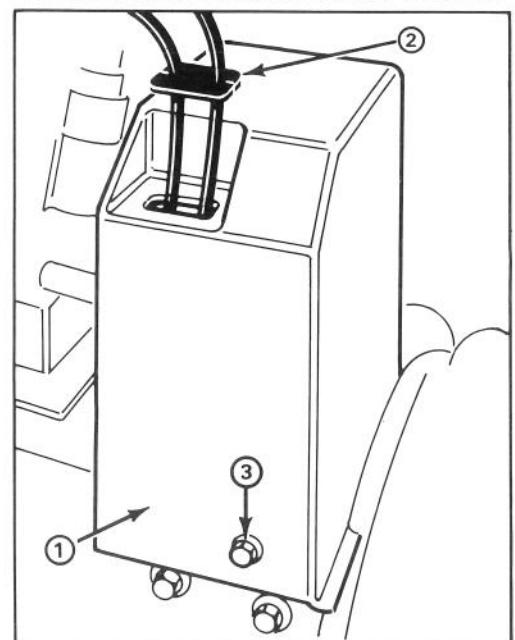

Abbildung 3
8. Obere Riemenabdeckung mit 3 Kopfschrauben an Motorrahmen befestigen (Abb. 3).
9. Kabelabdeckung auf Kabel schieben und in Loch im Riemenabdeckung bringen (Abb. 3).